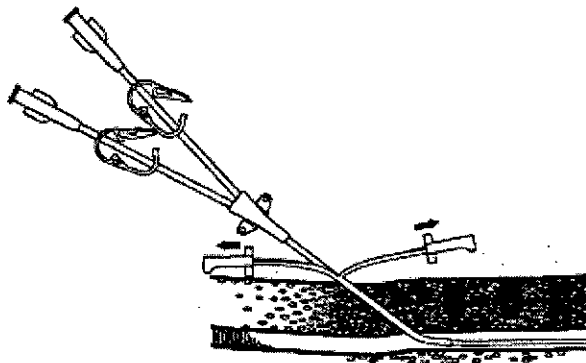

Fig. 5
8. Retire la vaina del catéter, para lo que deberá asir las dos lengüetas de la vaina, doblarlas hacia abajo y tirar de ellas hacia fuera y hacia arriba. (**Fig. 5**) **NOTA:** Asegúrese de mantener estable la posición del catéter mientras retira la vaina.